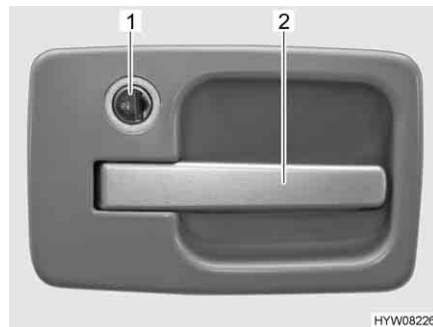

Bild 25 Dörrlås ingångsdörr, utsida
- Stick in nyckeln i låscylindern (Bild 25,1) och vrid till symbolen "🔓". Dörrlåset är låst.
- Drag i dörrhandtaget (Bild 25,2). Dörren är öppen.
- Stick in nyckeln i låscylindern (Bild 25,1) och vrid till symbolen "🔒". Dörrlåset är låst.